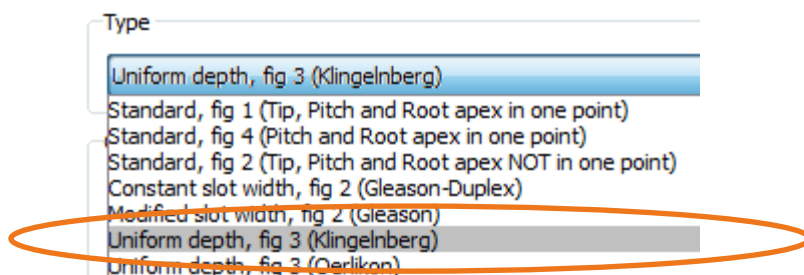

图 24. 选择 Cyclo-Palloid 齿程序"Uniform depth"
1. 在"Basic data"→ "Type"中选择"Uniform depth, Fig 3 (Klingenberg)"类型（看图 24）；